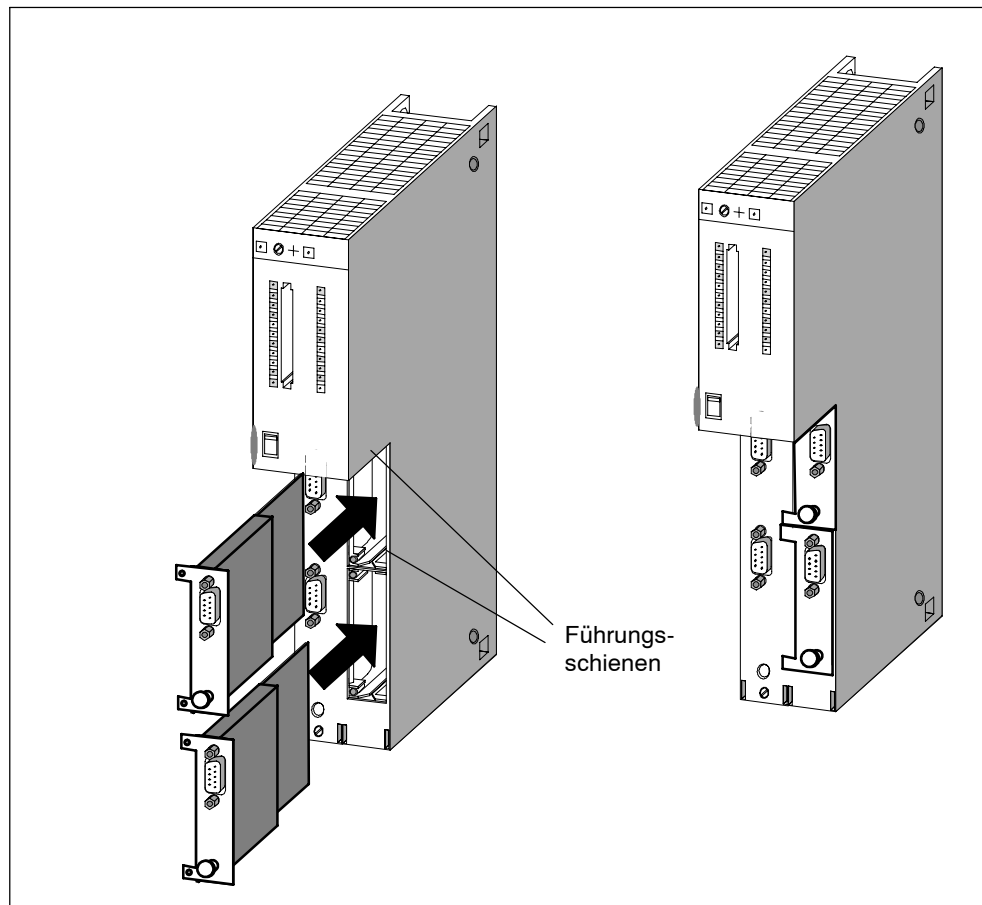

Bild 6-4 Schnittstellenmodule in CPU stecken
2. Führen Sie das Leiterplattenende des Schnittstellenmoduls, wie in Bild 6-4 dargestellt, in die untere und obere Führungsschiene des Modulschachtes ein.